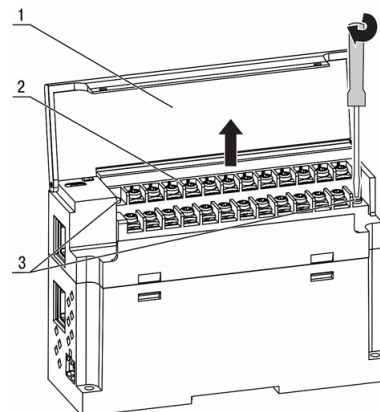

Abb. 5.2 Geräteaustausch
Geräteaustausch (Abb. 5.2):
Der steckbare Klemmenblock für die Stromversorgung und der abnehmbare Klemmenblock für die E/A-Anschlüsse ermöglichen einen schnellen und einfachen Austausch des Geräts (siehe Abb. 5.2).
2. Entfernen Sie die Klemmenblöcke, ohne die angeschlossenen Drähte abzutrennen (Abb. 5.2).